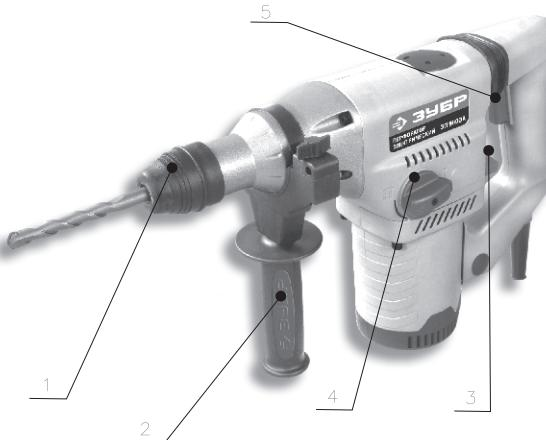

Рисунок 1 - общий вид перфоратора
4.1. Общий вид перфоратора электрического представлен на рис. 1
4.1. Для установки рабочего инструмента оттяните фиксирующую втулку патрона 1 (рис. 1) назад до упора и установите инструмент в патрон, сориентировав его вокруг своей оси так, чтобы он вошел до конца. Отпустите втулку.